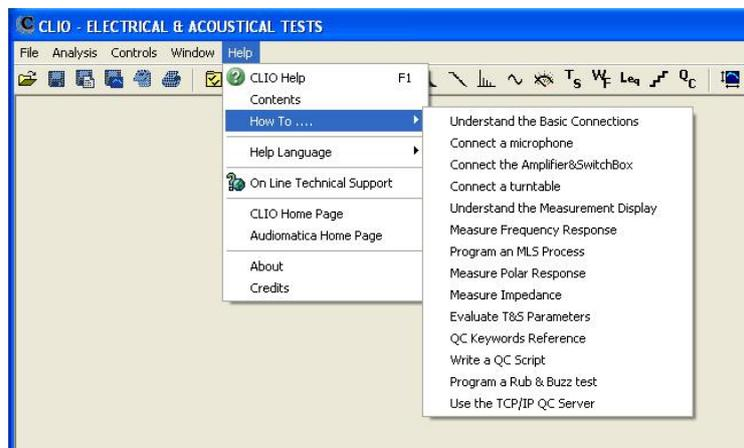

图4-14
- 1) 从帮助菜单您可以通过多种途径获取帮助，如电子手册、互联网等，如图4-14。